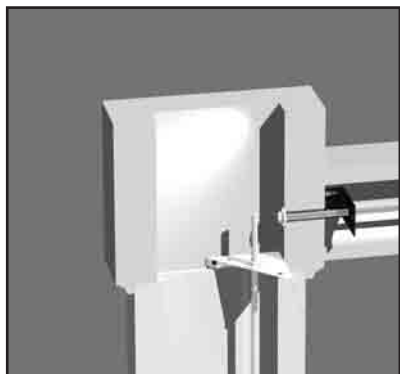

図 7C
- F)** 10mm USS フラットワッシャー、10mmロックワッシャー、10mm - 16六角ナットをネジ筋入り棒に入れ、全体を11.3ニュートンメートルのねじり力まで絞めます。（図 7C） このステップは、全体の組立が終わった後か各部分が終わった時点で行えます。